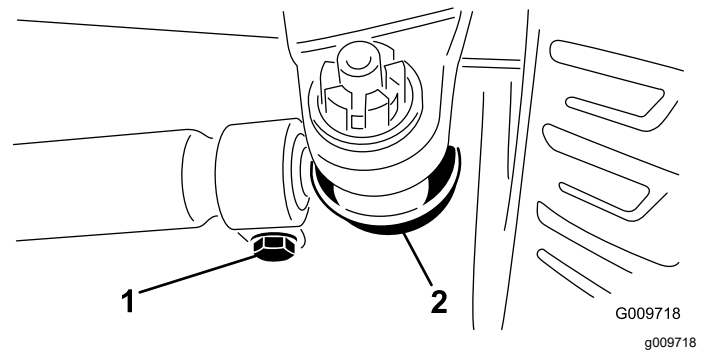

Bild 98
3. Entfernen Sie den Splint und die Mutter von einem der Spurstangen-Kugelgelenke (**Bild 98**), um die Vorspur einzustellen.
5. Lockern Sie die Klemmen an beiden Enden der Zugstangen (**Bild 98**).